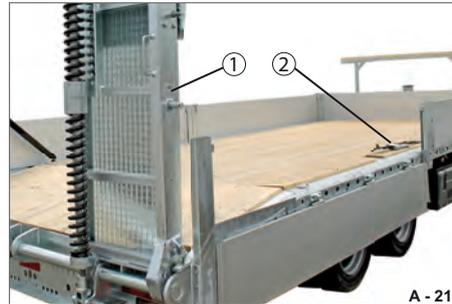

Abb. 53 Sicherungsspanner entnehmen
► Gesamten Sicherungsspanner (Abb. 53/2) sicher vor Beschädigungen ablegen.